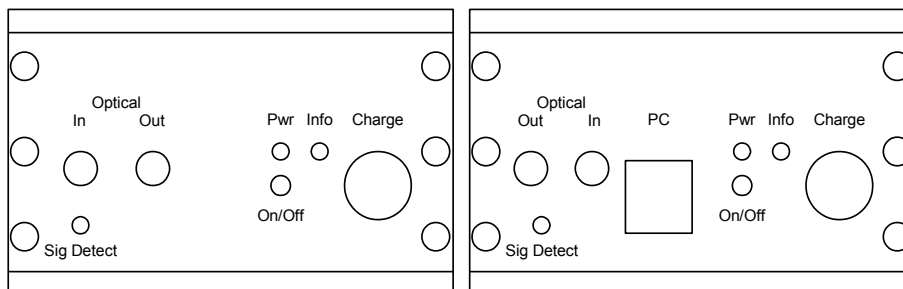

Abb. a.1: Vorderseite mit Anschlüssen und Bedienelementen
Abb. a.1 zeigt die Vorderseite beider Geräte (links: optoLAN, rechts: optoLAN-Gb) mit Anschlüssen und Bedienelementen.
- Schalten Sie die beiden Geräte ein (Hauptschalter *Pwr*, siehe Abb. a.1). Die Reihenfolge spielt hierbei keine Rolle.